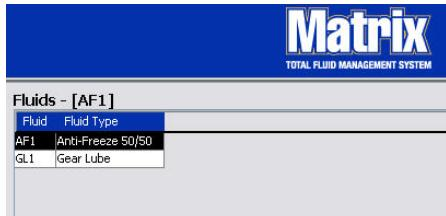

Рис. 97
- Чтобы изменить назначенное имя жидкости или тип жидкости, выделите жидкость на экране «Fluids» [Жидкости] (Рис. 97).